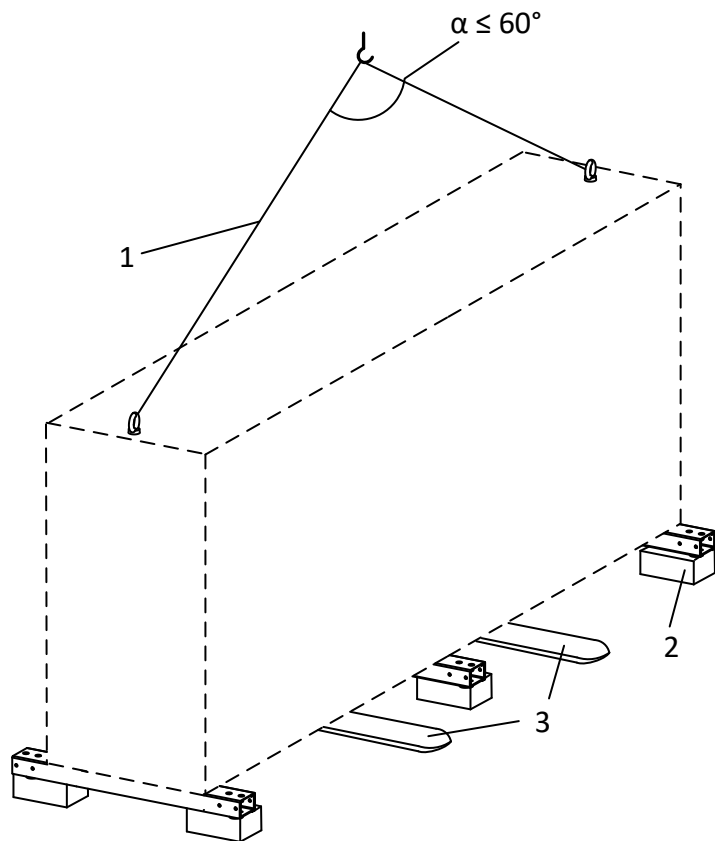

Рисунок 5.1
5.2. Конденсаторы транспортируются установленными на штатных транспортных деревянных брусках поз.2 (рис.5.1, 5.2) в собранном виде, упакованными в полиэтиленовую пленку.
5.4. При погрузке (выгрузке) и монтаже виловыми погрузочными приспособлениями (погрузчиками) конденсатор необходимо располагать на вилах с опорой на обеих продольных балках несущей рамы (вилы поз.3 (рис.5.1, 5.2) должны выступать за габарит основания корпуса), чтобы избежать повреждения нижних панелей.